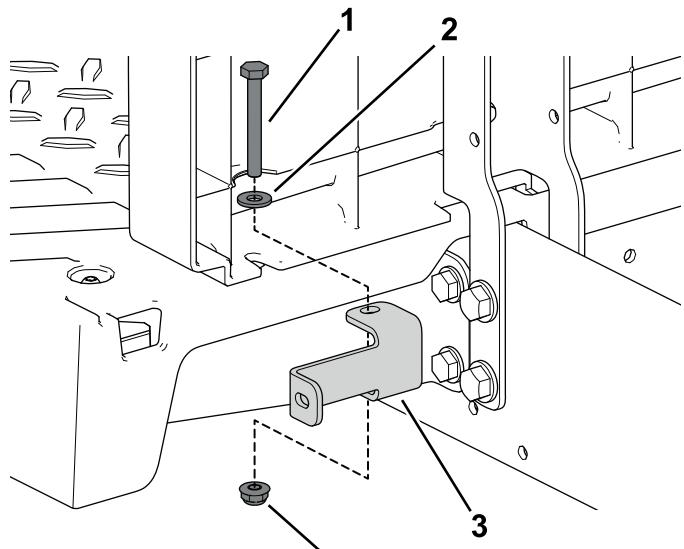

图87
- 7. 使用 2 个螺栓1/4 x 2 英寸、垫片和锁紧螺母将左、右面板支架固定到机器 图87。
8. 使用 4 个自攻螺丝将左侧盖固定到座椅组件图87。